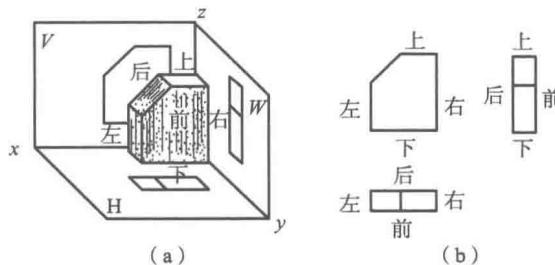

图 1-2 三视图关系
## 3. 三视图的关系及投影规律（图 1-2）
①位置关系。物体三个视图按规定展开在同一平面上，它们的位置关系是：主视图在上方，俯视图在主视图正下方，左视图在主视图正右方。如图 1-2 所示。